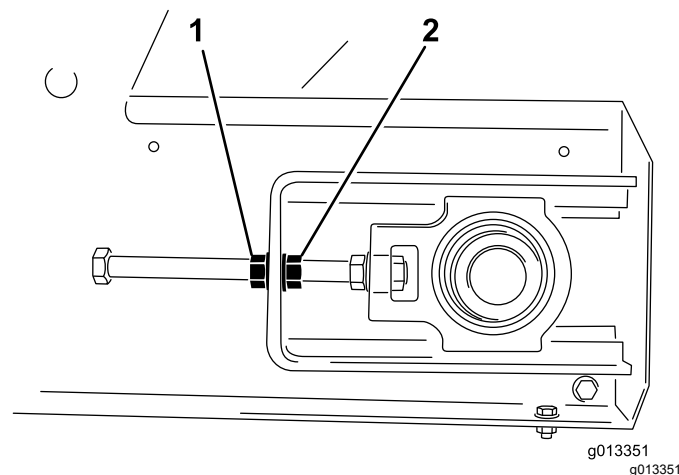

Figura 59
4. Con 2 chiavi, tenete ferma l'estremità dell'asta del dispositivo di tensione e poi allentate il dado di bloccaggio, ovvero il dado più vicino all'estremità dell'asta (Figura 59).
3. Sul lato verso cui il nastro è spostato, tenete ferma l'estremità dell'asta del dispositivo di tensione, poi allentate il dado di bloccaggio e serrate il dado di regolazione di 2 facce (Figura 59).